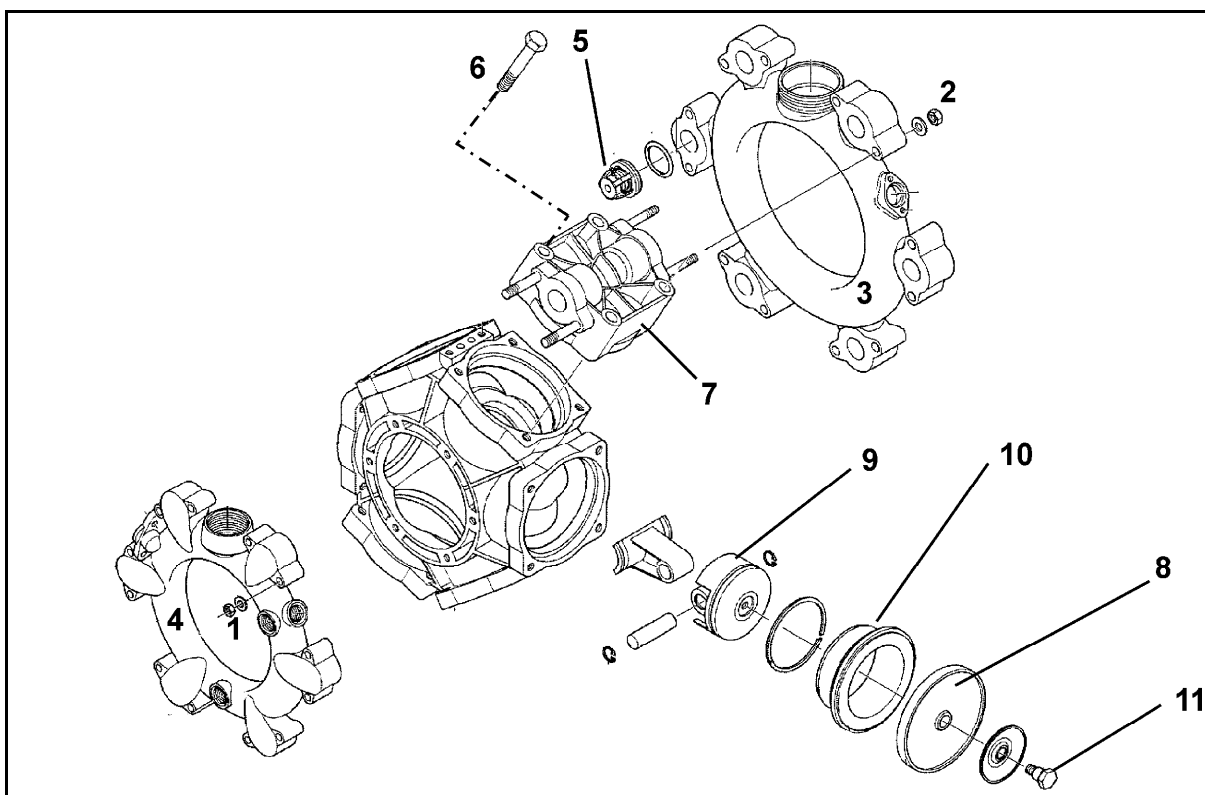

Fig. 158
- Verifique a membrana de êmbolo (Fig. 158/8), no mínimo, uma vez por ano, através de desmontagem, em relação a um estado perfeito.
- Preste atenção à respectiva posição de montagem das válvulas do lado de sucção e de pressão, antes de retirar os grupos de válvulas (Fig. 158/5).
- Por regra, substitua todas as membranas dos êmbolos (Fig. 158/8), mesmo que apenas um membrana esteja inchada, rompida ou porosa.
2. Soltar as porcas (Fig. 158/1, 2).
3. Retirar o canal de sucção e de pressão (Fig. 158/3 e Fig. 158/4).
4. Retirar os grupos de válvulas (Fig. 158/5).
5. Retire os parafusos (Fig. 158/6).
6. Retire a cabeça cilíndrica (Fig. 158/7).
7. Verifique a membrana de êmbolo (Fig. 158/8).
- Fixe a membrana de êmbolo (Fig. 158/8) de tal modo com o disco de retenção e o parafuso (Fig. 158/11) no êmbolo (Fig. 158/9), que o bordo aponta para o lado da cabeça cilíndrica (Fig. 158/7).
- É absolutamente necessário, apertar as porcas (Fig. 158/1,2) em cruz, com o binário indicado. Um aperto incorrecto das porcas dá origem a deformações e, deste modo, a fugas.
1. Soltar o parafuso (Fig. 158/11) e retirar a membrana de êmbolo (Fig. 158/8) em conjunto com o disco de retenção para fora do êmbolo (Fig. 158/9).
3. Retire o cilindro (Fig. 158/10) da caixa da bomba.
6. Volte a inserir o cilindro (Fig. 158/10) na caixa da bomba.
7. Montar a membrana de êmbolo (Fig. 158/8).
8. Unir a cabeça cilíndrica (Fig. 158/7) por flange na caixa da bomba e apertar os parafusos (Fig. 158/6) de modo uniforme em cruz.
9. Montar os grupos das válvulas (Fig. 158/5) após a verificação e limpeza.
11. Unir o canal de sucção (Fig. 158/3) e de pressão (Fig. 158/4) por flange à caixa da bomba.
12. Aperte as porcas (Fig. 158/1,2) em cruz com um binário de **11 Nm**.